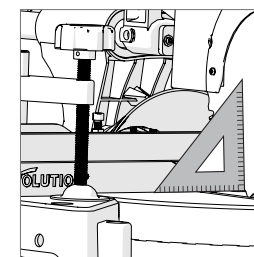
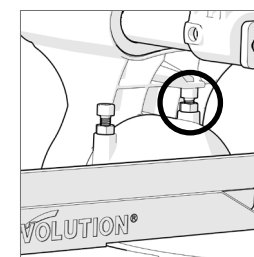

図12
図13
- 45度三角定規を図13のようにブレード面とベース面にあてます。(定規はTCTチップの凸面を避けてブレード面にぴたりとあててください。)ブレード面がターンベースに対して垂直(90度)でないときは調整が必要です。(図12)
- ロックナットをゆるめます。(図13)